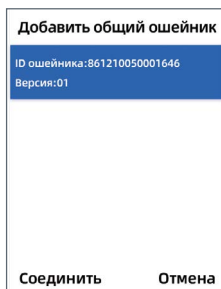

рис. 25
- в открывшемся интерфейсе перейдите на пункт «Раздать ошейник» и нажмите кнопку «Подтверждение» **OK**. На экране отобразится уведомление «Поделиться информацией с другим устройством». Подтвердите кнопкой **OK**, и информация об ошейнике отобразится на другой Базовой станции (рис. 25);